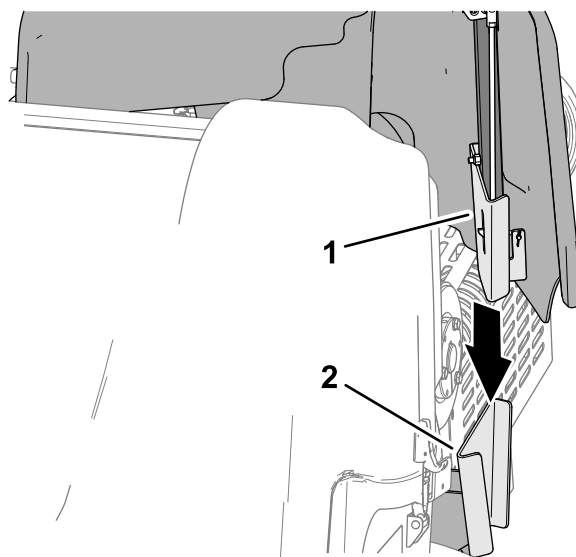

Figura 144
1. Allineare la staffa di montaggio del copricinghia con la staffa di supporto del copricinghia del telaio della macchina (Figura 144).